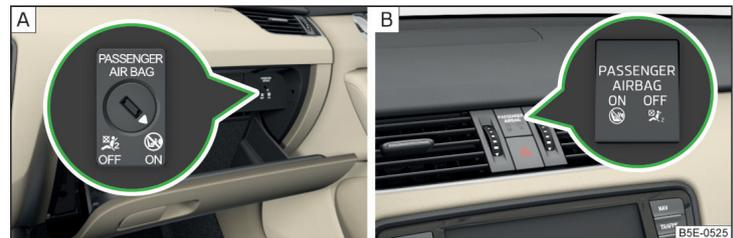

Abb. 10 Schlüsselschalter für Beifahrer-Frontairbag / Kontrollleuchte für Beifahrer-Frontairbag
Der Beifahrer-Frontairbag kann mit dem Schlüsselschalter abgeschaltet werden » Abb. 10 auf Seite 21 - A.
Stellungen des Schlüsselschalters » Abb. 10 - A
- OFF** Der Beifahrer-Frontairbag ist abgeschaltet - nach dem Einschalten der Zündung leuchtet die Kontrollleuchte **OFF** . » Abb. 10 - B